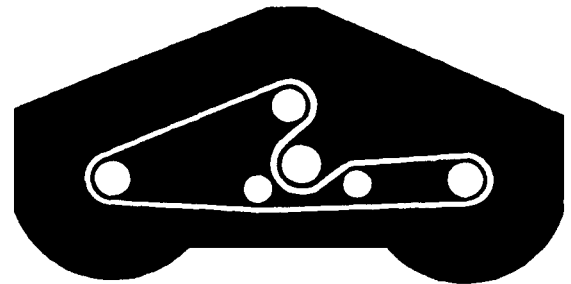

Bild 14
5. Den neuen Riemen um die Spindelscheiben und die Spannscheibengruppe legen, siehe Bild 14.